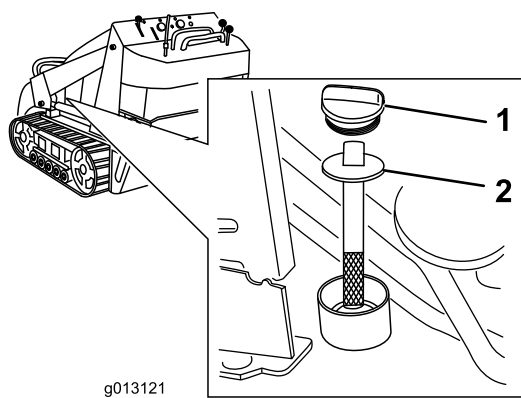

Figura 17
5. Limpie la zona alrededor del cuello de llenado del depósito de aceite hidráulico (Figura 17).
6. Retire el tapón del cuello de llenado y compruebe en la varilla el nivel de aceite (Figura 17).